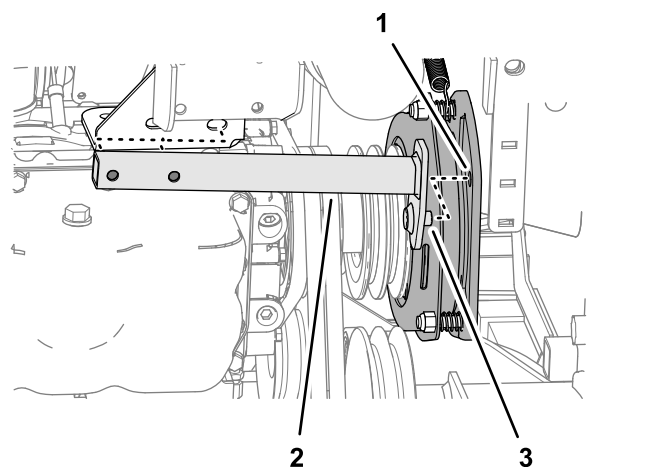

Figura 92
7. Deplasați tubul anti-rotire în spate și demontați-l de la maină (Figura 92).
2. Aliniază tiftul tubului anti-rotire cu orificiul din placa ambreiajului prizei de putere; consultai Figura 92 din Demontarea curelelor prizei de putere \(Pagină 64\).